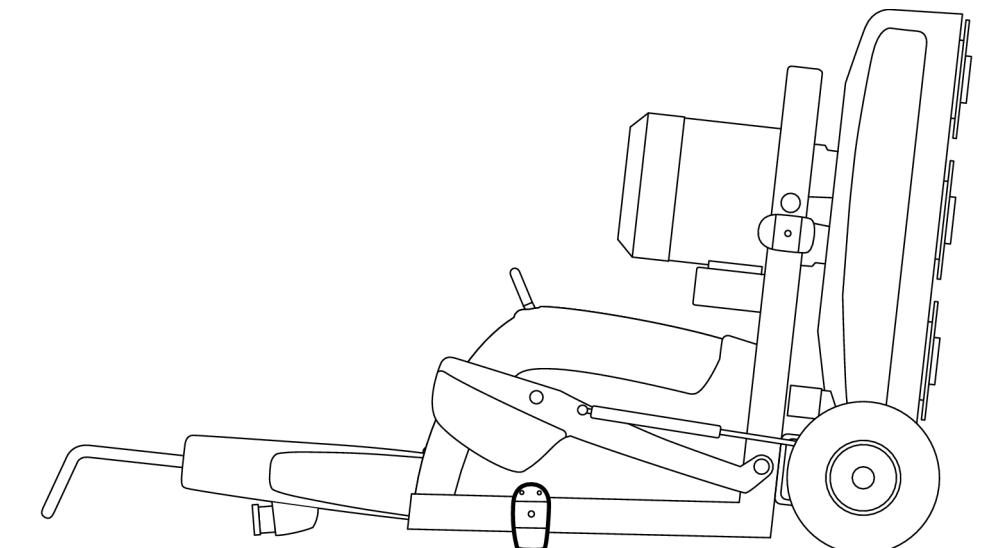

Рисунок 4-11. Фиксация груза на полу
4. Осторожно опрокиньте машину назад, чтобы машина полностью лежала на полу, см. Рисунок 4-11, стр. 24.